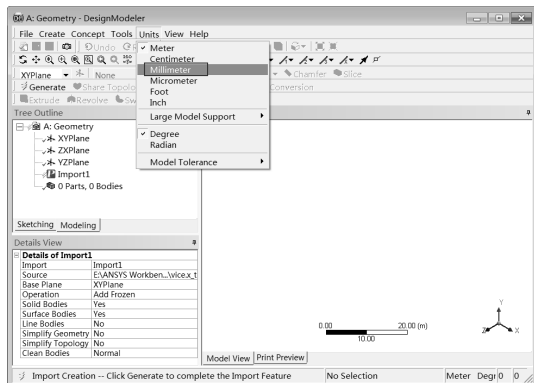

图 13-5 生成前的 DesignModeler 界面
Step3：双击项目 A 中的 A2 Geometry 选项，此时会进入到 DesignModeler 界面，选择 Millimeter，单击 OK 按钮。此时设计树中 Import1 前显示 ✎，表示需要生成，图形窗口中没有图形显示，如图 13-5 所示。